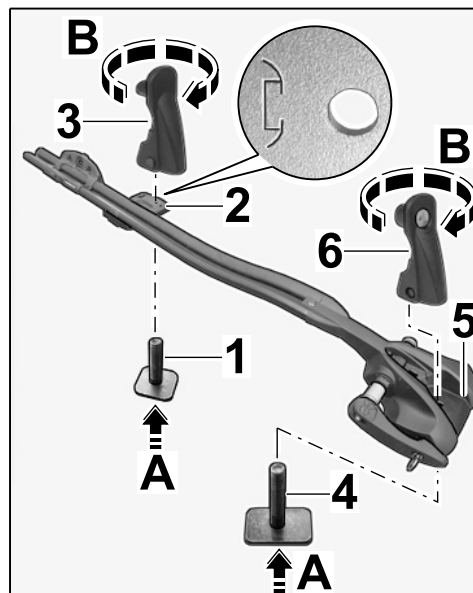

Fig. 8
1.4.2 Faire passer le goujon en T M6 x 35 par le bas, à travers l'alésage avec repère (⇒ Fig. 8 -zoom-) de la plaque-support (arrière) (⇒ Fig. 8-A-).
Visser le levier de serrage d'env. 3 tours sur le goujon en T M6 x 35 (⇒ Fig. 8-B-).
1.4.3 Faire passer le goujon en T M6 x 40 à travers l'alésage dans la fixation de la fourche de roue avant (⇒ Fig. 8-5-) (⇒ Fig. 8-A-).
Visser le levier de serrage avec serrure (⇒ Fig. 8-6-) d'env. 3 tours sur le goujon en T M6 x 40 (⇒ Fig. 8-B-).